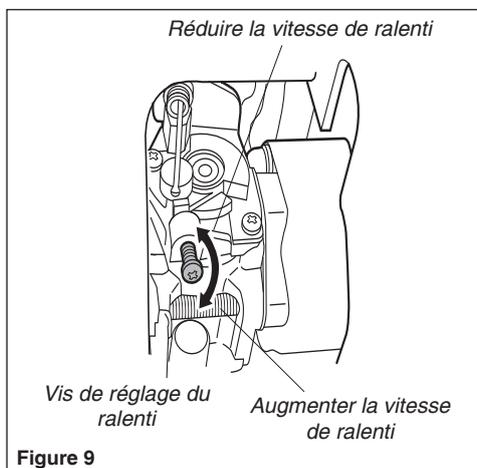

Figure 9
- Si vous avez un tachymètre, la vitesse de ralenti du moteur doit être réglée à 3000 (± 300) tr/min (min^{-1}). Voir figure 9.